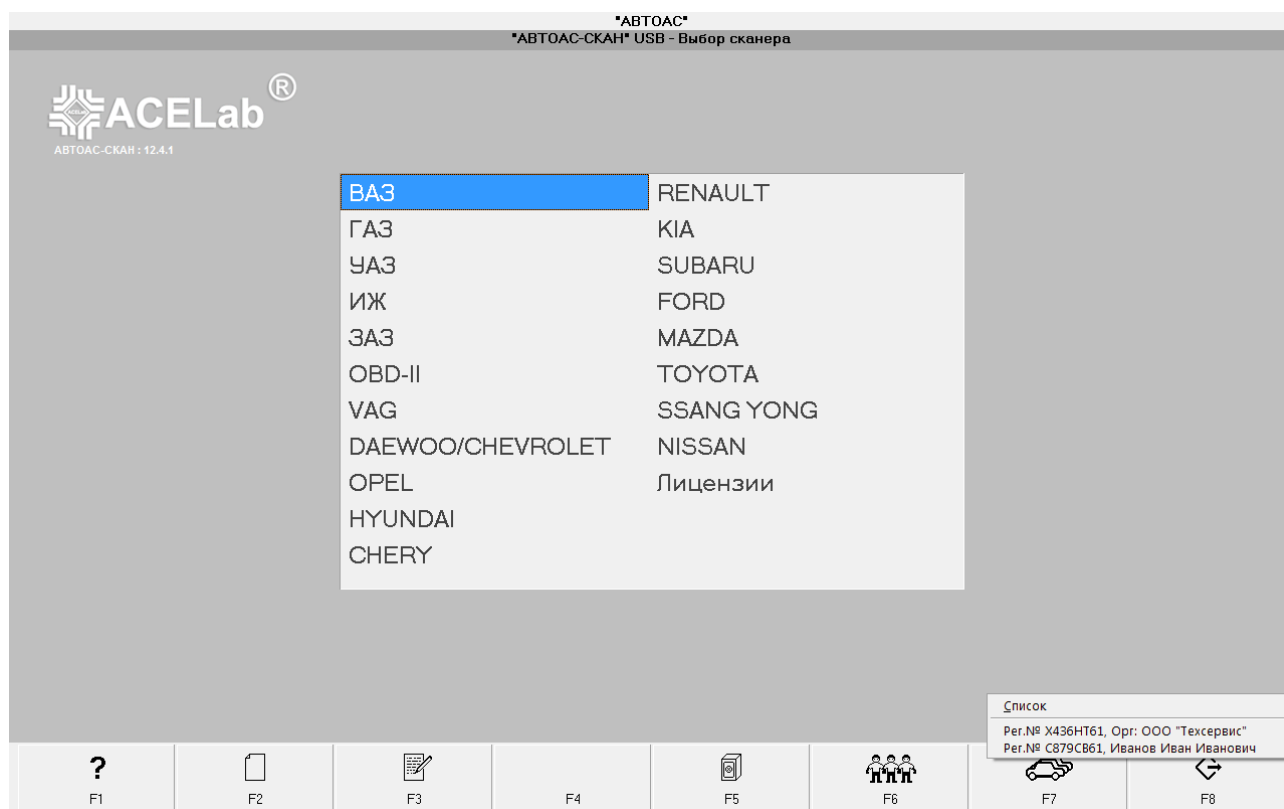

Рис. 29. Выбор автомобиля из выпадающего списка последних, протестированных.
- в выпадающем внизу справа списке (Рис.29) с настройками на 10 последних вводимых автомобилей, с помощью клавиш «Вверх» или «Вниз», выберите нужную запись и нажмите клавишу «Enter». На мониторе появится форма «Характеристики автомобиля» с настройками данного автомобиля;